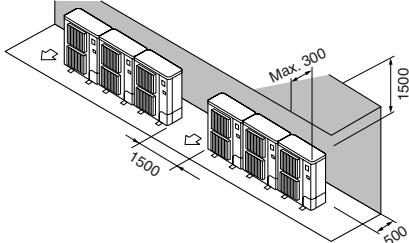

Fig. 2-9
② Hindernisse nur auf der Rück- und Oberseite (Fig. 2-9)